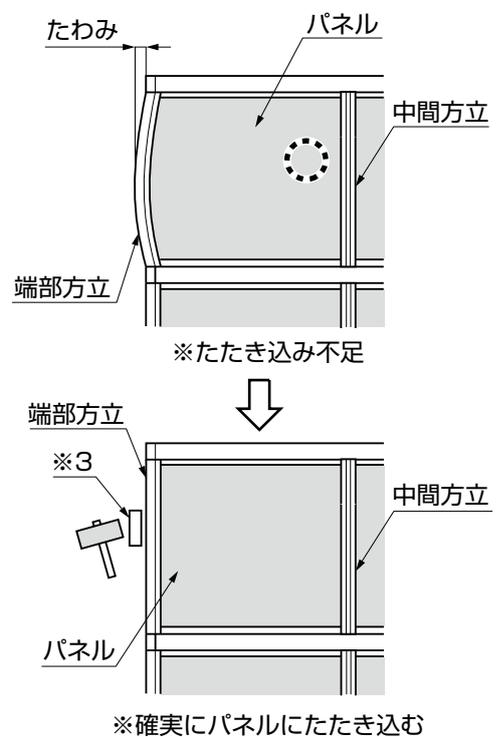

図6-7
- パネル組付け後、で囲まれたあたりを強く押してパネルが抜けないことを確認してください。はめ込みが不十分な場合は、調整してください。(図6-7参照)